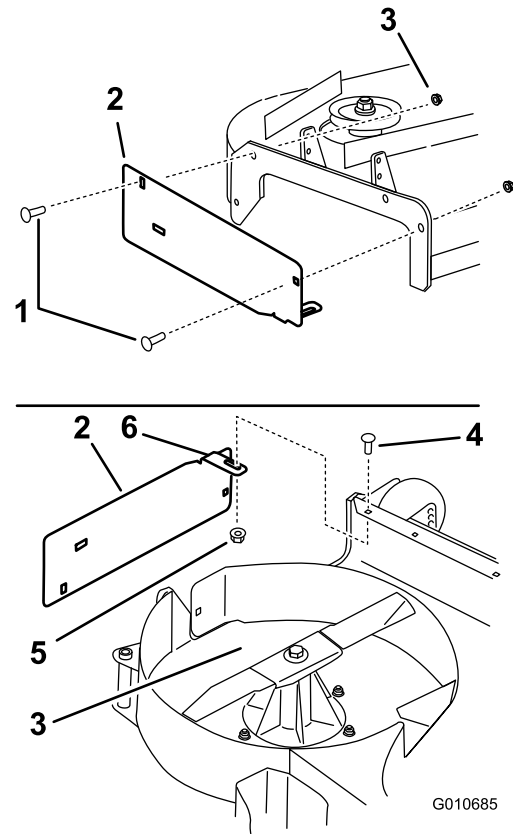

Figura 7
1. Instale la placa de descarga en el exterior del soporte de montaje con 2 pernos ($\frac{3}{8}$ " x $1\frac{1}{4}$ ") y 2 tuercas con arandela prensada pequeña ($\frac{3}{8}$ "), como se muestra en la Figura 7.
2. Instale la pestaña en el interior de la carcasa de corte con 1 perno de cuello cuadrado ($\frac{5}{16}$ " x $\frac{7}{8}$ ") y 1 tuerca con arandela prensada pequeña ($\frac{5}{16}$ "), como se muestra en la Figura 7.